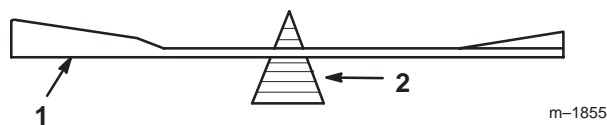

Abbildung 26
2. Das Gleichgewicht des Schnittmessers kontrollieren, indem es auf eine Schnittmesser-Symmetriereinrichtung gelegt wird (Abb. 26). Wenn das Schnittmesser in horizontaler Position bleibt, ist es ausgewuchtet und kann verwendet werden. Wenn das Schnittmesser nicht ausgewuchtet ist, nur etwas Metall vom Ende des Segelbereichs abfeilen (Abb. 24). Diesen Vorgang solange wiederholen, bis das Schnittmesser ausgewuchtet ist.